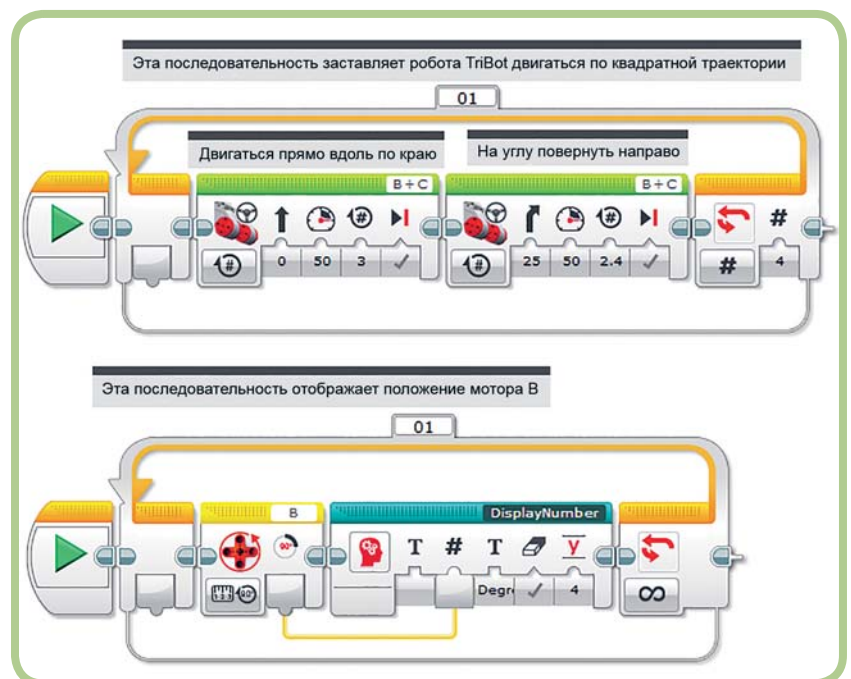

Рис. 18.1. Отображение положения мотора при перемещении по квадратной траектории
Один из способов применения в своей программе нескольких последовательностей заключается в добавлении еще одного блока **Начало** (Start). Например, на рис. 18.1 показана версия программы *AroundTheBlock* (см. гл. 4), в которой используются две последовательности. Эти *параллельные последовательности* выполняются одновременно. Последовательность в верхней части изображения заставляет робота TriBot двигаться по квадратной траектории, а последовательность в нижней части изображения отображает положение мотора. После завершения программы будет показано количество оборотов мотора B. Ты можешь
4. Добавь блоки, показанные в нижней части рис. 18.1. В качестве единиц измерения установи значение **Градусы** (Degrees).